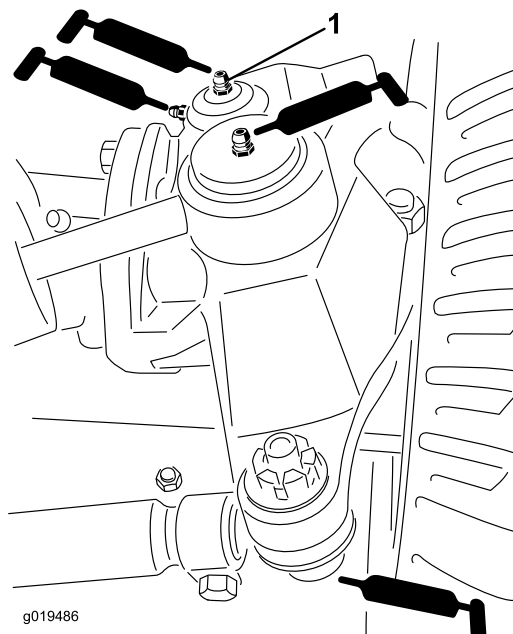

Figura 42
- Tirante del eje trasero (2) (Figura 42).
- Articulaciones esféricas del cilindro de dirección (2) (Figura 42).
- Casquillos del pivote de dirección (2) (Figura 42).